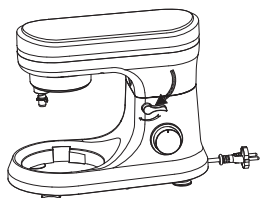

Abb. 1
- Um das Gelenk der Werkzeughalterung anzuheben, drehen Sie den Bedienhebel (2) im Uhrzeigersinn. Das Gelenk lässt sich nun nach oben anheben. [Abb. 1]